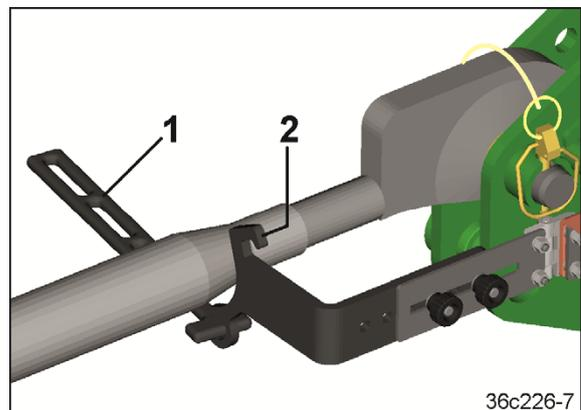

Fig. 92
3. Enganchar el elemento tensor (Fig. 92/1) al soporte de los brazos superiores (Fig. 92/2).